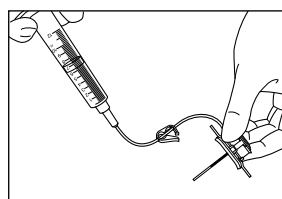

図1
- * 3. 使用する投与ラインや薬液が入ったシリンジ等をメス端子に接続し、針管及びチューブのプライミングを行う。(図1)